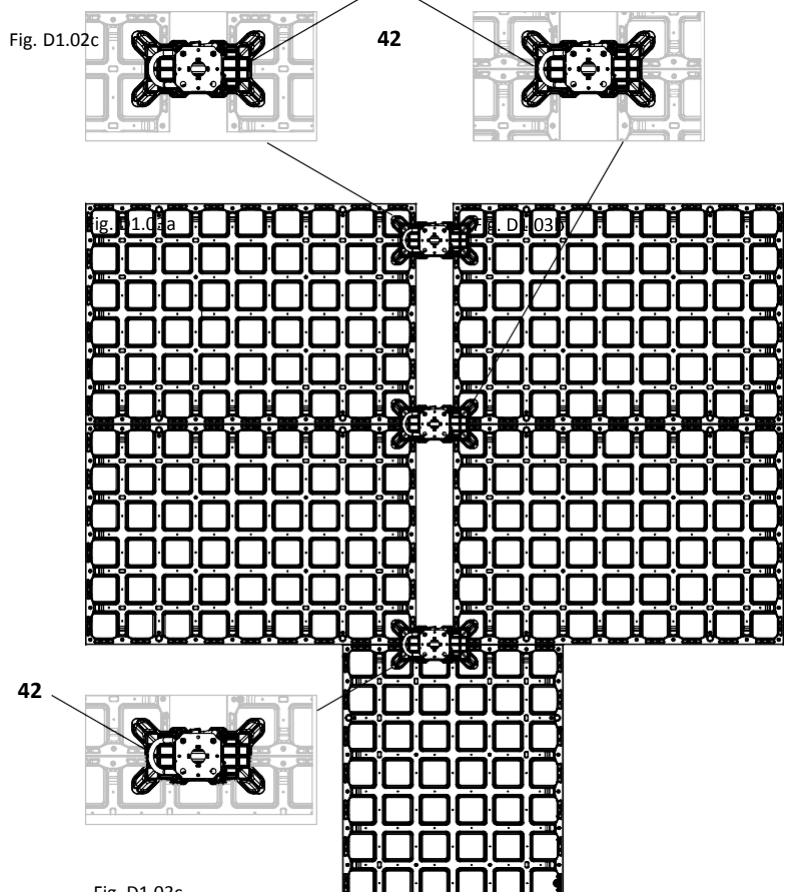

Fig. D1.02c
- Над 4 елемента, за свързване на ъглите. (Fig. D1.02c)